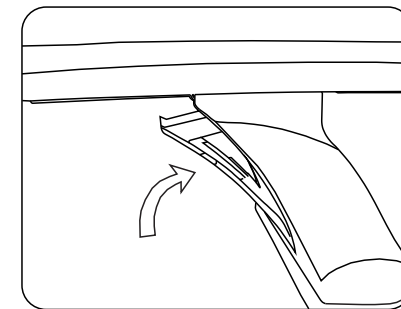

рис. 12
2.10 Установите на опорах лючки и надёжно зафиксируйте их (до «щелчка») (рис. 12)